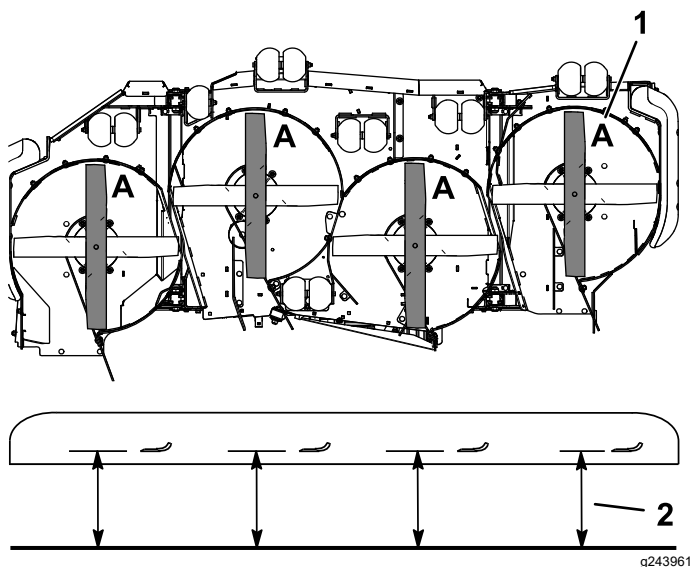

Figure 79
3. Tournez les lames dans le sens longitudinal (Figure 79).
4. Mesurez la distance entre la surface plane et le tranchant (position A) des lames (Figure 79).